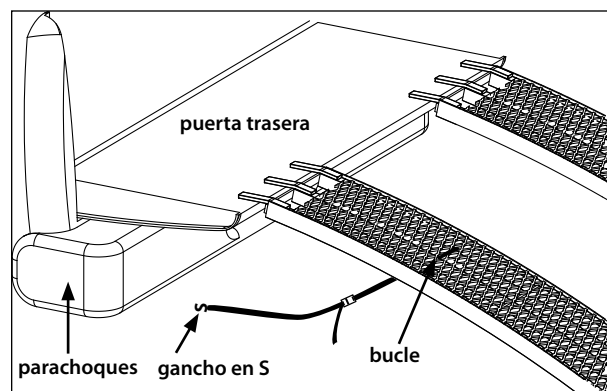

Figura 1
1. Conecte las dos correas de fijación que se proporcionan en la abrazadera central, aproximadamente a 40.6 cm (16 pulg.) desde el extremo de la puerta trasera (una en cada rampa). Enrolle el extremo con bucle de cada correa alrededor de la abrazadera central y pase la hebilla y el extremo de gancho en S por el bucle. Esto conecta permanentemente las correas con la rampa. **CONSULTE LA FIGURA 1.**